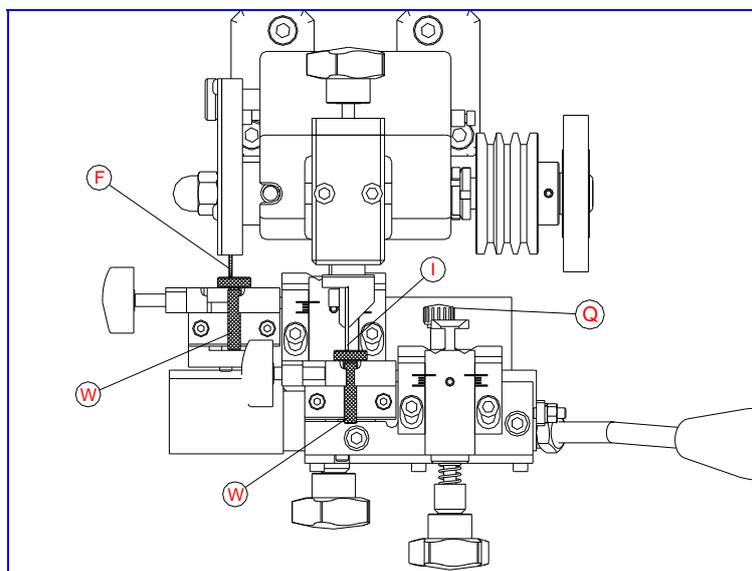
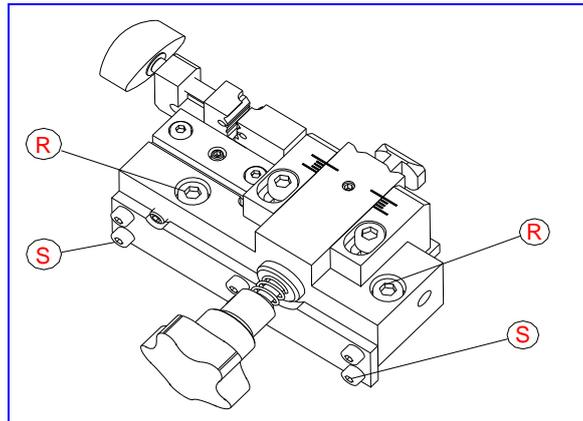

Fig. 11
Fig.12
- Colocar las dos piezas de reglaje (W) haciendo tope en la mordaza, tal y como indica en la Fig 11. Avanzar la varilla (Q) para que la mordaza se quede en su posición correcta de reglaje.
- Acercar las mordazas hacia el índice coprador (I) y la fresa (F), de forma que las piezas de reglaje se ajusten sobre el índice coprador y la fresa.
- Aflojar los dos tornillos (R) y (S) de la mordaza y mediante una pequeña maza de plástico, darle ligeros golpes delante o detrás de forma que el mismo coincida con la pieza de reglaje. Ver Fig 12.
- La distancia queda perfectamente regulada, coincidiendo el índice coprador y la fresa con las respectivas piezas de reglaje. Seguidamente, apretar, bloqueándolos, los tornillos (R) y (S) del soporte.